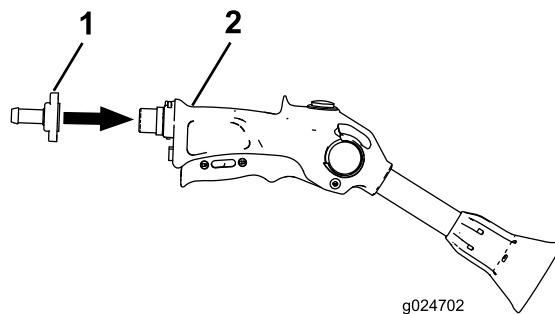

Figura 31
1. Montate la pistola a spruzzo (Figura 31).